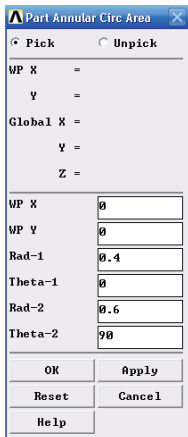

图 3-27 生成部分圆环面对话框
1) 选择 Main Menu | Preprocessor | Modeling | Create | Areas | Circle | Partial Annulus 命令，出现 Part Annular Circ Area 对话框，在 WP X 输入栏中输入 0，在 WP Y 输入栏中输入 0，在 Rad-1 输入栏中输入 0.4，在 Theta-1 输入栏中输入 0，在 Rad-2 输入栏中输入 0.6，在 Theta-2 输入栏中输入 90，如图 3-27 所示，单击 OK 按钮关闭该对话框。